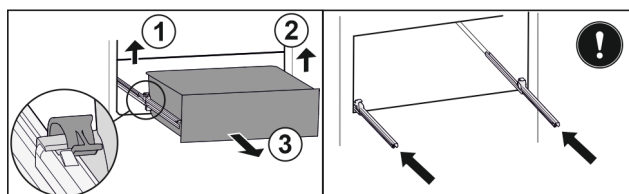

Fig. 149
- ▶ Dvignite levo spojko in hkrati povlecite predal levo naprej. Fig. 149 (1)
- ▶ Dvignite desno spojko in hkrati povlecite predal desno naprej. Fig. 149 (2)
- ▶ Predal vzemite ven v smeri naprej. Fig. 149 (3)